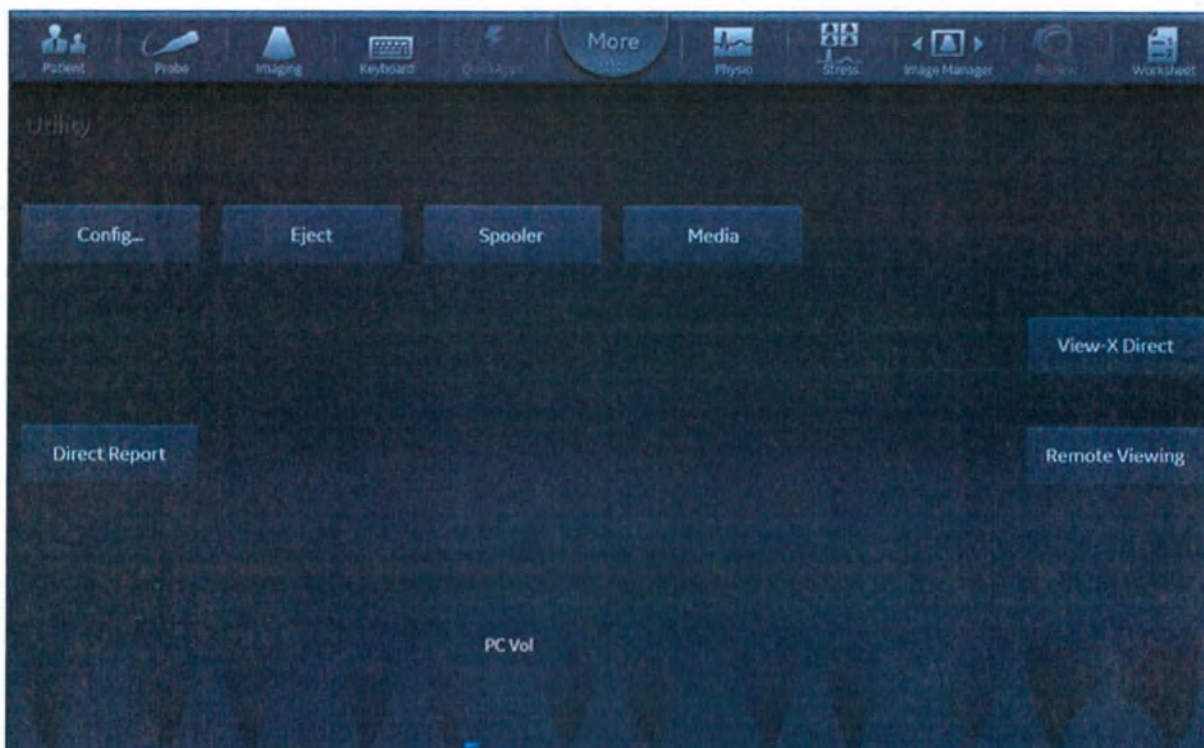

Рис. 10-54. Функция удаленного просмотра на сенсорной панели
2. Нажмите кнопку **Remote Viewing** (Удаленный просмотр) на сенсорной панели (см. Рис. 10-54 ниже).